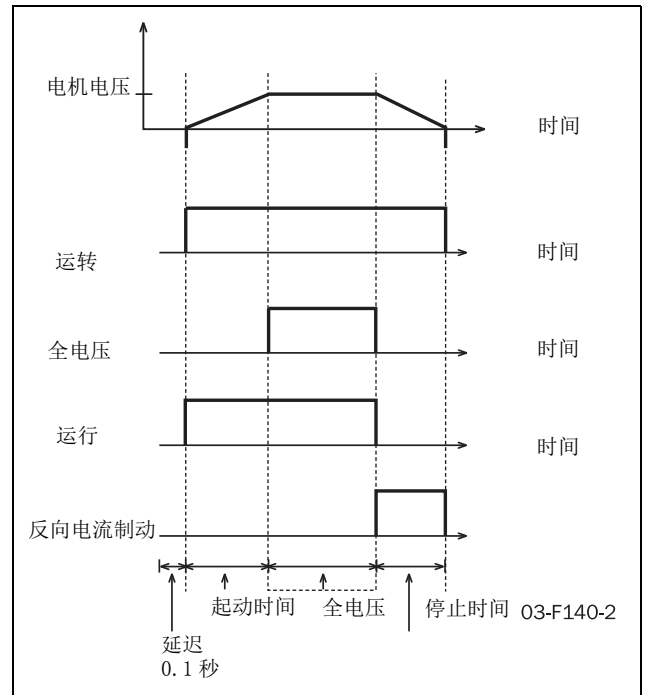

图 61 用于操作、运行和全电压的继电器功能
这些继电器可以用来控制主电源接触器或旁路接触器或显示报警状况。如下图 61 所示，必须选择运行设置（选项 1）来在起动、全压运行和停止期间激活主电源接触器。如果使用了旁路接触器，可以通过具有全压 (2) 设置的继电器来控制该接触器。当反向电流制动选择作为停止方法，使用运行 (5) 和反向电流制动 (4) 设置。在这种情况下，一个继电器必须设置用于 Run（运行），而且在在起动和全压运行期间控制主电源接触器。另一个继电器必须设置用于反向电流制动，而且在制动期间控制具有反向相序的接触器。针对安全原因，设置用于反向电流制动的继电器在设置用于 Run 的继电器激活之后延迟时间 500ms 之后才能被激活。